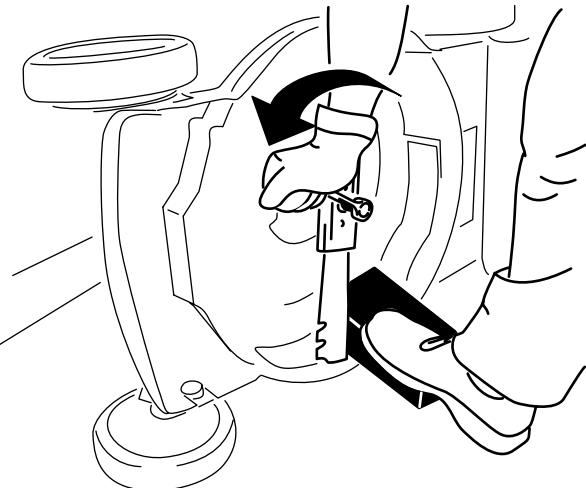

Bild 24
4. Nehmen Sie das Messer ab und bewahren Sie alle Befestigungsschrauben auf (Bild 24).